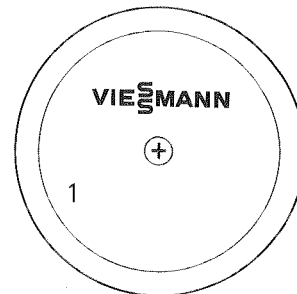

Abb. 3.5
1. Die Schraube in der Kappe in der Mitte lösen, und die Kappe abnehmen (Abb. 3.5).